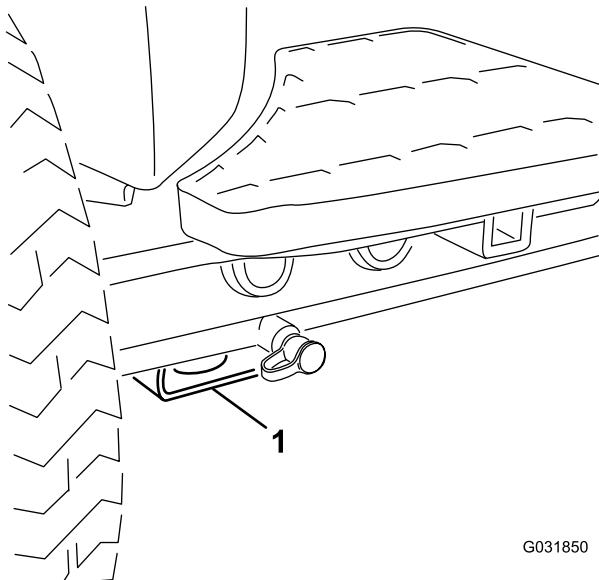

図 28
- **機体の前側** 各前輪の内側のアクスルチューブの下にある四角いパッド **図 28**。